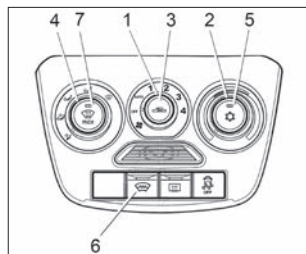

Рис. 39. Блок управления климатической системой (в варианном исполнении)
**В варианном исполнении** (см. рис. 39) климатическая установка имеет дополнительный режим кондиционирования, обеспечивающий охлаждение воздуха, подаваемого в салон автомобиля. При этом логика и алгоритмы управления, описанные выше для системы вентиляции и отопления, верны и для климатической установки с кондиционером.
2. Включите вентилятор, установив **рукоятку 1** (см. рис. 39) в одно из положений «1», «2», «3» или «4».
Для установки желаемой температуры воздуха в салоне поверните **рукоятку 2** (см. рис. 39) по часовой стрелке для повышения, против часовой стрелки для понижения. Температура будет поддерживаться автоматически в пределах производительности климатической установки и установленного допуска.
2. Поверните **рукоятку 2** (см. рис. 39) против часовой стрелки в левое положение до упора (синяя точка на блоке управления).
4. **Рукояткой 1** (см. рис. 39) включите максимальную скорость вентилятора климатической установки (положение «4»).
С помощью **рукоятки 2** (см. рис. 39) можно установить желаемую температуру воздуха в салоне. Климатическая система будет автоматически поддерживать установленную температуру воздуха в салоне в пределах производительности климатической установки и установленного допуска.
Для очистки ветрового и передних боковых стекол от запотевания, обмерзания или наружного обледенения в автоматическом режиме установите **рукоятку 1** управления вентилятором климатической системы в положение «АУТО», нажмите **кнопку 7** (см. рис. 39) с символом . Климатическая система автоматически:
Для включения/выключения ЭОВС нажмите **кнопку 6** (см. рис. 39), при включении загорается индикатор на кнопке выключателя. Контрольный световой индикатор, расположенный на кнопке выключателя, будет светиться желтым светом в течение всего времени работы системы электро-